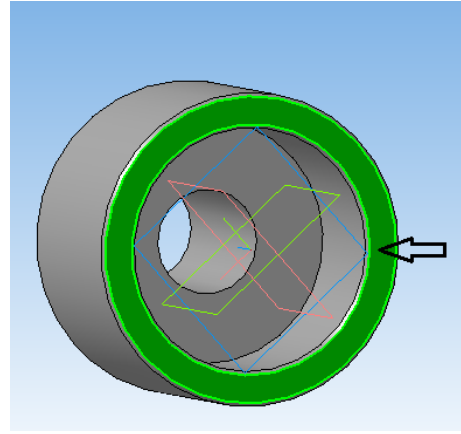

Рисунок 30.
13. Выделите внутреннюю окружность (рисунок 30).